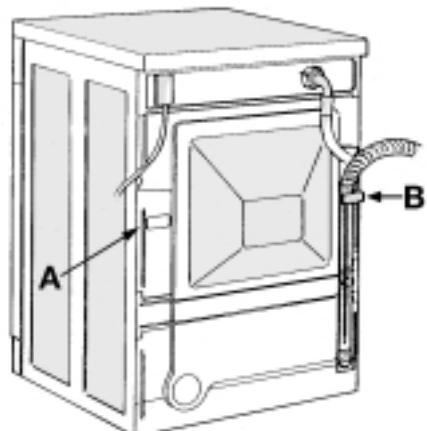

Abb. 1
- 1. Ablauchschlauch nur von der linken Fixierung lösen (siehe Pfeil A in Abb. 1).
Die rechte Befestigung des Ablauchschlauches (siehe Pfeil B in Abb. 1) nicht lösen, sonst kann Wasser auslaufen (Verbrühungsgefahr).